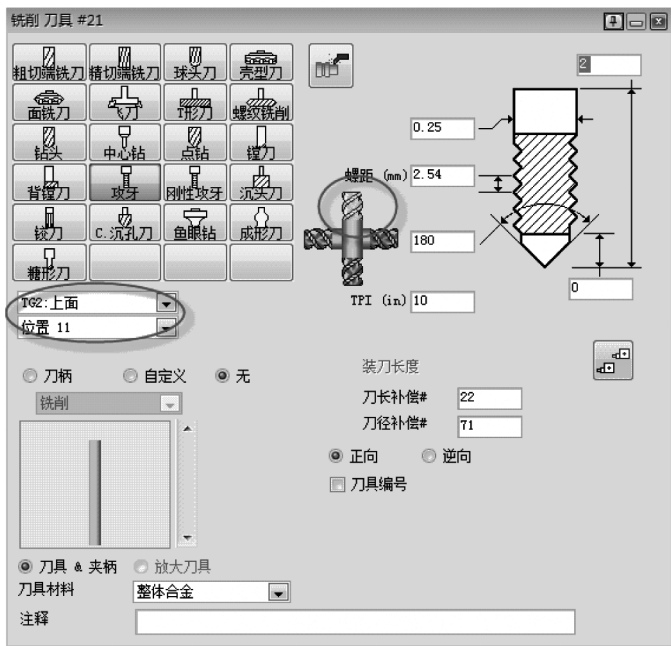

图 5-40 铣削刀具#21
23) 创建铣削刀具#21，如图 5-40 所示。注意：此刀具属于 TG2。